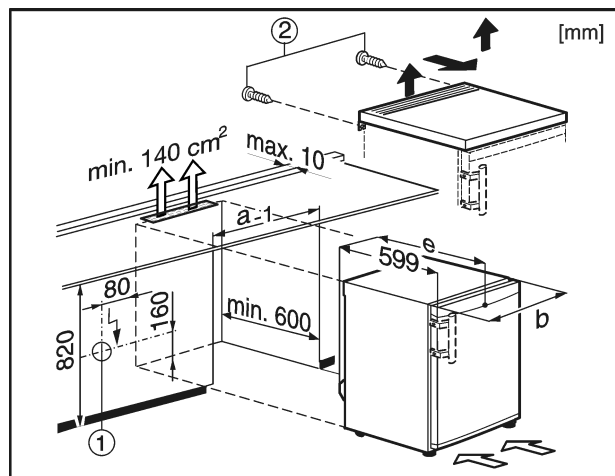

Fig. 9
Het stopcontact Fig. 9 (1) dient daarbij naast de achterkant van het apparaat te vallen en eenvoudig toegankelijk te zijn.
- Bouten Fig. 9 (2) aan de achterkant verwijderen.